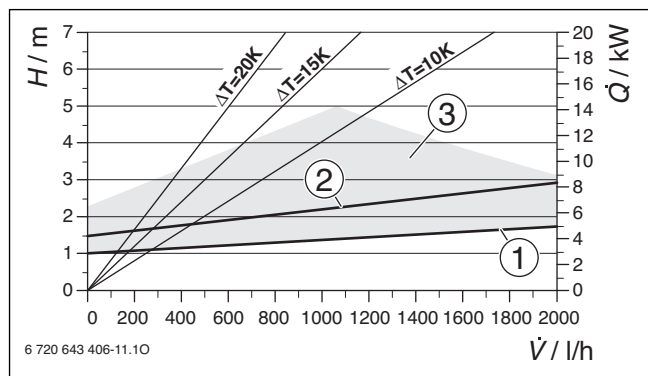

Fig. 116 Curve caratteristiche circolatori (pompe)
**Legenda della fig. 116 e 117:**